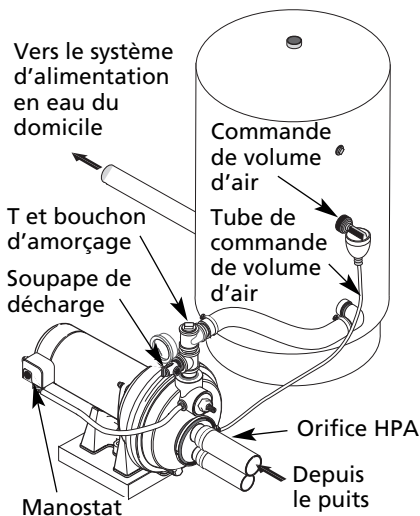

Figure 11 – Raccordement d'un réservoir standard
RACCORDEMENT D'UN RÉSERVOIR STANDARD (FIGURE 11, PAGE 12)
- Enlever le bouchon 1/8 po NPT du tuyau de l'orifice de la commande de volume d'air (HPA) de la pompe (voir Figure 11). Acheminer un tuyau de l'orifice HPA de la pompe jusqu'à l'orifice HPA du réservoir. Pour des détails supplémentaires, voir les instructions fournies avec le réservoir et avec la commande HPA.